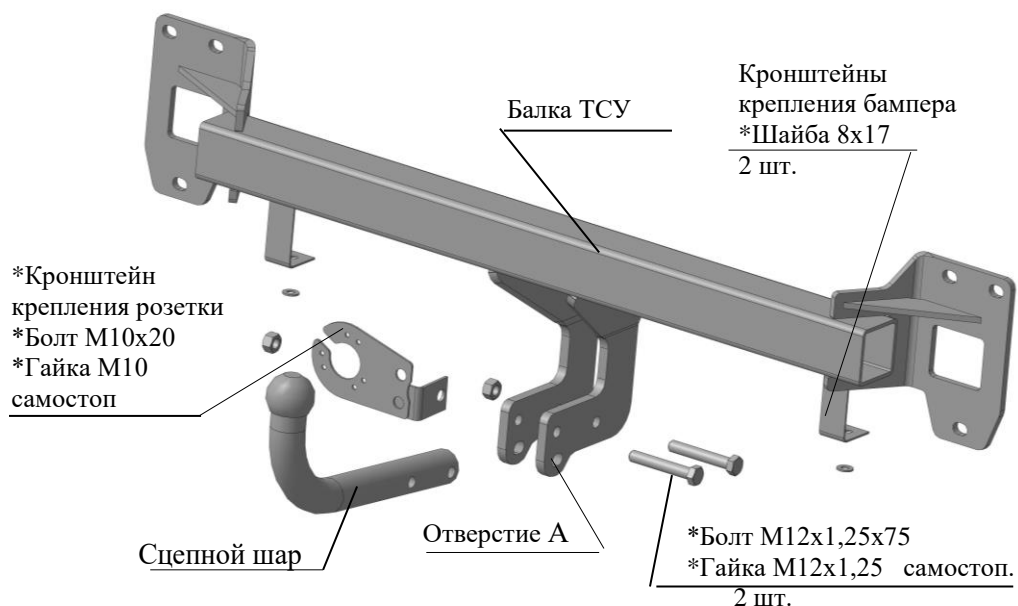

Рис.1 Тягово-сцепное устройство ТСУ 8022.
2.1 ТСУ 8022 в сборе (рис.1)	1 шт.
2.2 Пакет с комплектующими (см. рис.1)+защитный колпак	1+1 шт.
- 4.7 Закрепить сцепной шар и кронштейн крепления розетки к кронштейнам шара болтами М12х1,25х75 и гайками М12х1,25 самостоп (предварительно кронштейн розетки скрепить с уголком болтом М10х20 и гайкой М10 самостоп – на рис. 1 условно не показаны)